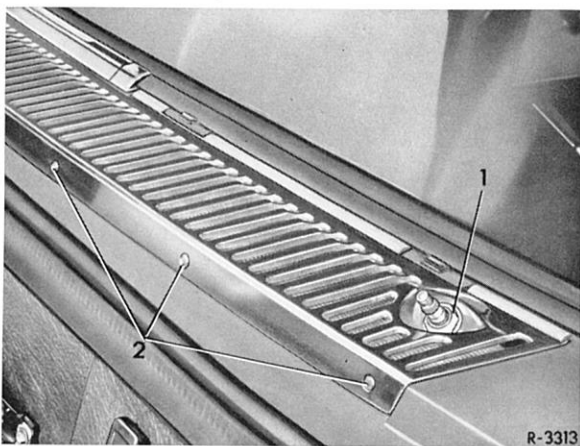

Bild 83-2/1
- 2 Beide Muttern (1) abschrauben (Bild 83-2/1).
- 4 Bolzen an den Spreizklammern durchdrücken und Spreizklammern herausnehmen (Bild 83-2/3).
- 6 Eingeklebtetes Schutzgitter (3) herausnehmen.